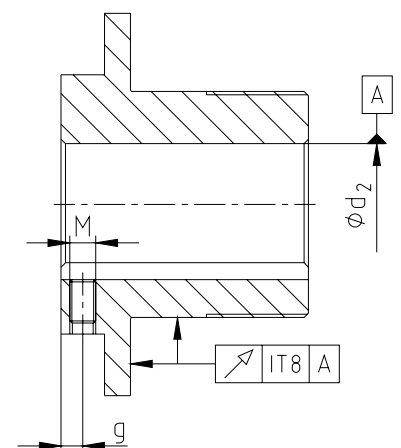

Bild 2: Rund- und Planlaufgenauigkeit
- Bei Herstellung der Nabenbohrung durch den Kunden ist die Rund- bzw. Planlaufgenauigkeit (siehe Bild 2) einzuhalten.